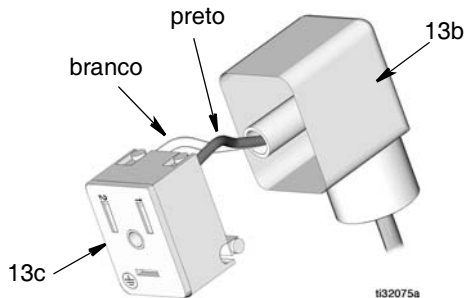

FIG. 9
12. Insira a outra extremidade do cabo de conexão no conector do solenoide mini-DIN. Conecte o fio de linha (preto) ao terminal marcado "1", o fio neutro (branco) ao terminal marcado "2" (FIG. 9).
13. Remova a placa retentora (13c) do conector DIN (13b) FIG. 9.